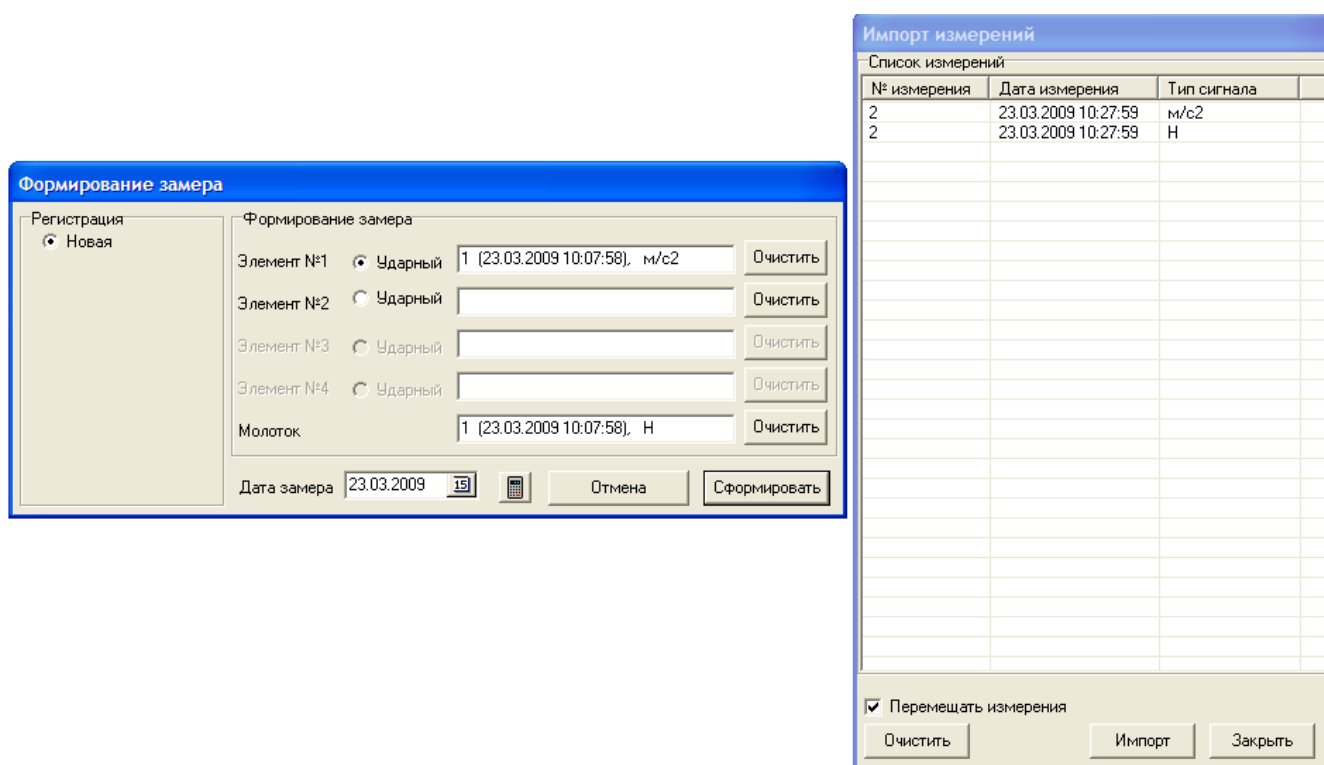

Рис.13. Окно «Импорт измерений».
После успешного считывания замеров в окне «Связь» становится активной кнопка «Сохранить замеры», после ее нажатия все считанные данные переносятся в окно «Импорт измерений» (см. рис.13).
1. Формирования замера В1-В2 (см. Рис.13).